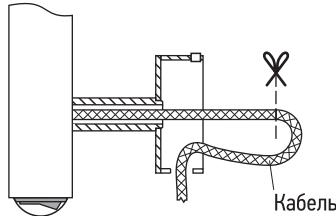

Рис. 4
**ВАЖНО!** Провод должен быть трехжильным и заземленным. Провод ЭПС заземления (РЕ) имеет желто-зеленый цвет, фаза (L) – синий, ноль (N) – коричневый цвет.
- 3.8. Для подключения через скрытую проводку необходимо обрезать провод, отступив от коробки скрытого подключения примерно 50 мм, и вытащить его внутрь (рис. 4).